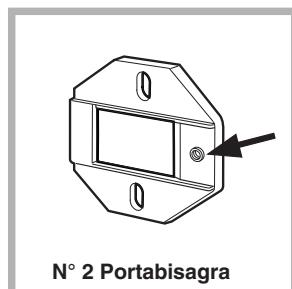

Fig. 1
- Montar los soportes cremallera en la parte frontal posicionando el orificio indicado con una flecha en la fig. 1 hacia adentro de la cara interponiendo una ristra (fig. 4/B), empleando los tornillos tipo **C**.